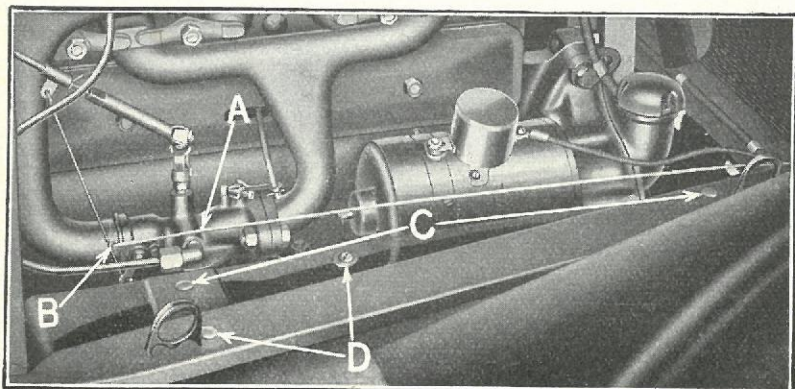

Fig. 524
- 1126** Aabn Aftapningshanen under Køleren, tag derefter Hjælmen af og aftag Tippetangen (Fig. 524-A) af Luftspjældet »B«, medens Vandet løber af.
1134 Skru Møtrikkerne af de to Bolte »C« (Fig. 524), som holder Stænkpladerne, samt de to Møtrikker »D«, som holder Fod-
- 1143** Indlæg Lyskablet i Noten i Fodstykket for Hjelmen og anbring Fodstykket paa Chassisrammen, idet Boltehullerne i Fodstykket flugtes med Boltehullerne i Chassisrammen. De to Stænkpladebefæstigelsesbolte (Fig. 524-C) indsættes derefter gennem Fodstykke, Chassisramme og Stænkplade. Der paasættes Boltene Fjederskiver, og Møtrikkerne skrues paa, men spændes ikke, før alle Bolte er sat i.
- 1144** Anbring en Underlagsskive paa en af de to Fodstykkebefæstigelsesbolte (Fig. 524-D) og indsæt Boltene gennem Fod-
- 1152** Forbind Karburatortippetraaden med Karburatorspjældet ved at indsætte Traaden gennem Kølerskærmen og bøje den om i Spjældets Reguleringsarm (Fig. 524-B).